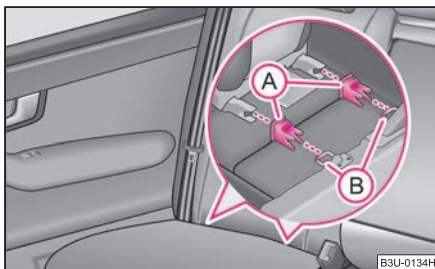

Fig. 128 Oeillets de retenue (système ISOFIX)
- Insérez les ergots (A) dans les œillets de retenue (B) entre le dossier et l'assise ⇒ fig. 128.